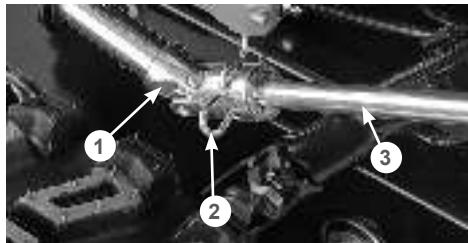

Рис. 24 Крепление рычага управления
- вставьте рычаг 3 в карданный соединитель 1, совместите отверстия в рычаге и соединителе и зафиксируйте рычаг шплинтом 2 (Рис. 24).